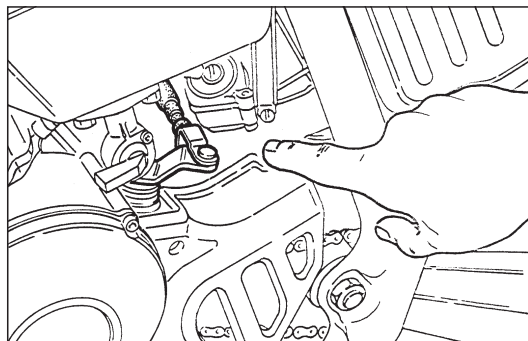

Fig. 12
Si la mesure n'est pas respectée, agir sur la vis de réglage du levier de commande (1) ou sur la vis de réglage située sur le carter moteur (Fig. 12).